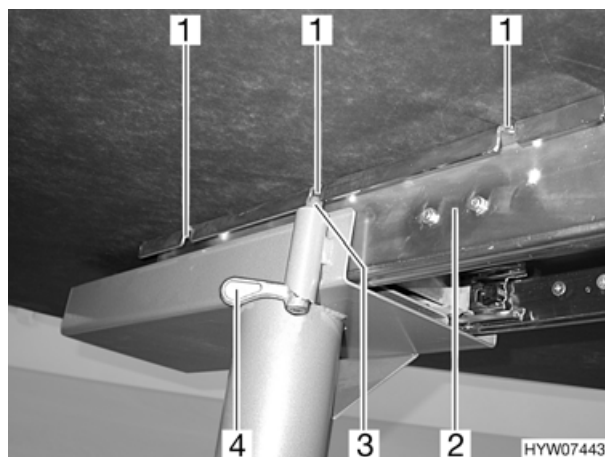

Fig. 31 Tavolo fisso con piede del tavolo ancorato
- Girare il chiavistello (Fig. 31,4) sul lato inferiore del tavolo in senso antiorario. Il perno del chiavistello (Fig. 31,3) viene sbloccato.
- Spingere il piano del tavolo sulle barre (Fig. 31,2) fino alla posizione desiderata (Fig. 31,1).
- Girare il chiavistello (Fig. 31,4) in senso orario.
- Spostare il piano del tavolo finché il perno del chiavistello (Fig. 31,3) non scatta nella posizione di arresto (Fig. 31,1).